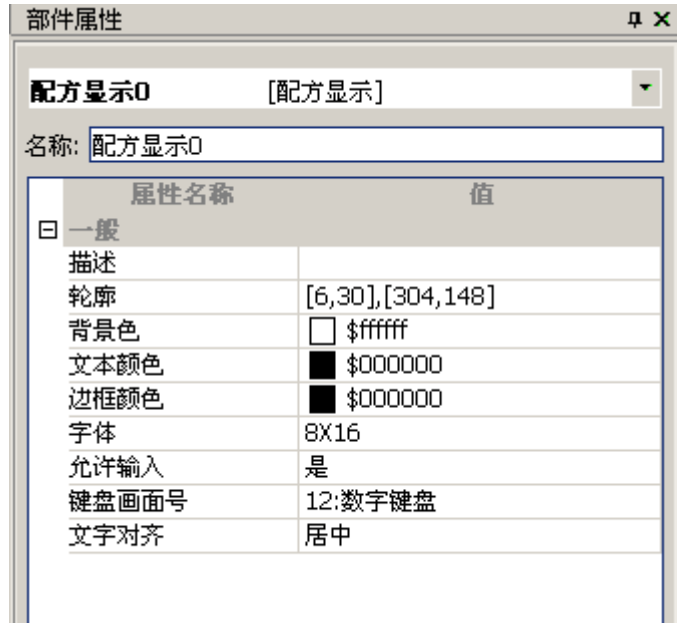

图 14-5 配方显示部件属性框
3. 双击此部件，在左边的属性框中填写属性内容，如图 14-5。